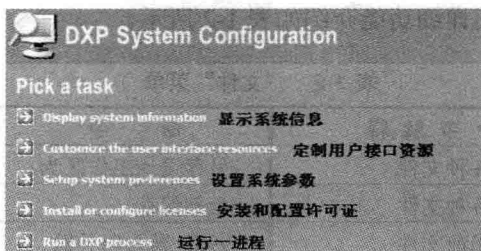

图 1-14 DXP 系统配置选项
- ◆ Configure DXP (配置): 选择该选项后,系统会在主页面弹出系统配置选项,如图 1-14 所示。